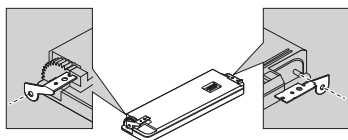

Fig. 10
1. Attachez les crochets des deux côtés de la face avant. (Fig. 10)